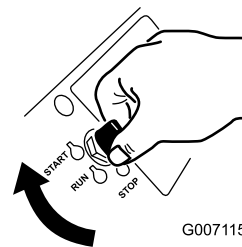

Figure 21
- Tournez la clé de contact à la position Démarrage (Figure 21). Relâchez la clé quand le moteur démarre.